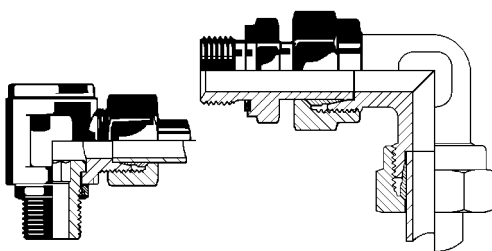

Abb. 5
- nur drosselfreie Schwenkverschraubungen oder einstellbare Verschraubungen (Abb. 5) verwenden